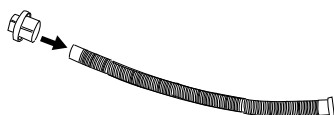
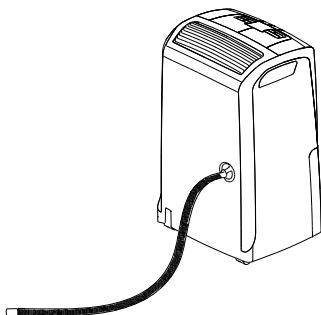

Abb. 3
Abb. 4
- 2) Stecken Sie den Schutzdeckel **1** bis zum Anschlag in den Kondenswasserabflussschlauch (8) (Abb. 3) und schrauben Sie ihn anschließend wieder an der Abflussöffnung fest (Abb. 4).